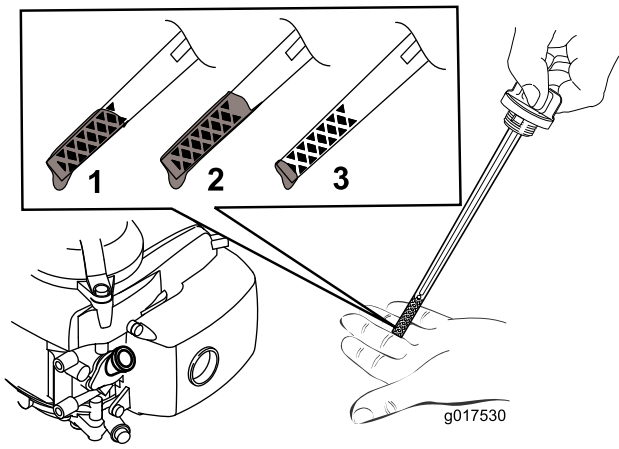

図 5
2. デイップスティックを外す (図 5)。
注 ディップスティックで量を確認しながら図 5 に示される適正量までオイルを入れる。オイルを入れすぎてしまった場合には、「エンジンオイルの交換」の項に従って余分なオイルを抜き取ってください。